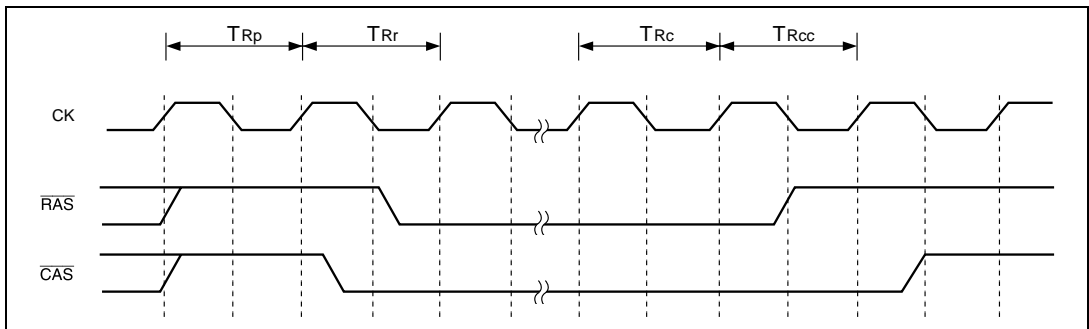

図 8.31 セルフリフレッシュ信号の出力タイミング
RCR の RFSHE ビットと RMODE ビットの両方を 1 にセットすると、図 8.31 に示すように、 $\overline{\text{CAS}}$  信号と  $\overline{\text{RAS}}$  信号が出力され、DRAM はセルフリフレッシュモードに入ります。タイミングの詳細については、「20.1.3 (3)、20.2.3 (3) バスタイミング」を参照してください。RCR の RMODE ビットを 0 にすると、セルフリフレッシュモードは解除されます(図 8.31)。このとき、RFSHE ビットは 1 のままにしておいてください。DRAM の種類によってはセルフリフレッシュモードが解除された後に、すべてのロウアドレスをリフレッシュすることが勧められていますので、BSC の CBR リフレッシュ機能を用い、ソフトウェアで全ロウアドレスのリフレッシュを行うよう設定してください。